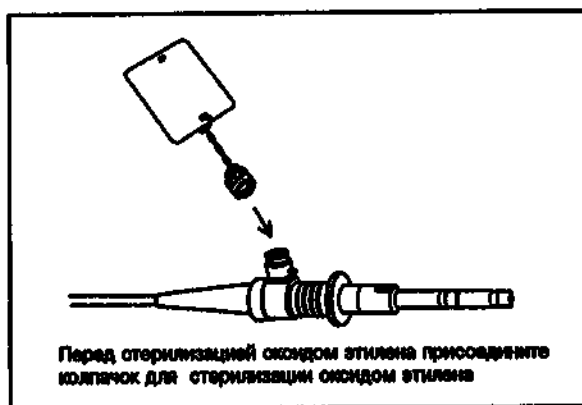

Рис. 6.1
- Перед стерилизацией необходимо присоединить колпачок для стерилизации оксидом этилена к вентиляционному разъёму на коннекторе волоконно-оптического кабеля. Если колпачок для стерилизации оксидом этилена не будет прикреплен к эндоскопу во время стерилизации, то создающийся внутри стерилизационной камеры вакуум может вызвать разрыв каучукового покрытия вводимой трубки и изгибаемой части. Для того чтобы присоединить колпачок для стерилизации оксидом этилена, необходимо поместить колпачок сверху вентиляционного разъёма, совмещая выступ, расположенный снаружи разъёма, с вырезом на колпачке, затем надавить на колпачок и повернуть его по часовой стрелке до упора (приблизительно на 90°). Для отсоединения необходимо повторно надавить на колпачок и повернуть его против часовой стрелки (см. рис. 6.1).